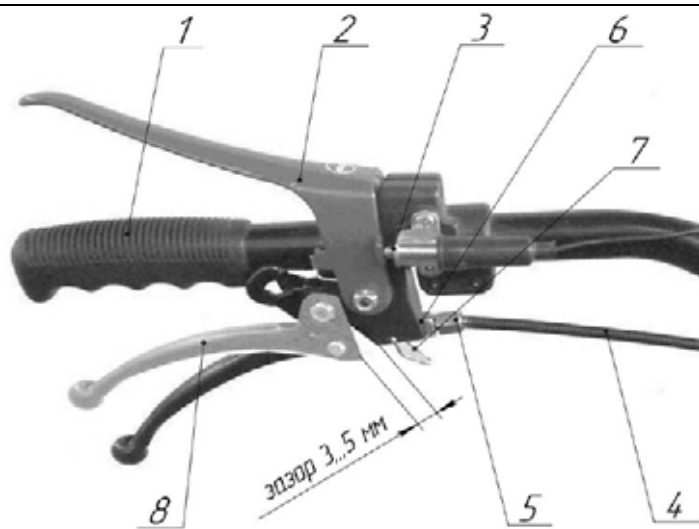

Рис. 3
ЛЕВАЯ РУКОЯТКА (см. Рис. 3)
- В случае ослабления троса сцепления его необходимо подтянуть. Для этого необходимо отвернуть гайку 7 (Рис. 5), натянуть трос и вновь затянуть гайку 7, при этом рычаг 4 должен находиться в вертикальном положении или с отклонением $\pm 5^\circ$ вправо или влево, а зазор А между рычагом и корпусом коробки передач в пределах 5 ± 2 мм. После этого можно производить регулировку свободного хода сцепления с помощью регулировочного болта 5 (Рис. 3).